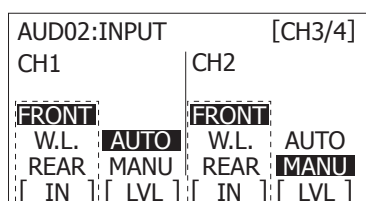

Fig. 4
- 4 Selon le canal audio à enregistrer, commutez le signal d'entrée sur [FRONT] sur l'écran [AUD02:INPUT] du SmartUI. (Fig. 4)